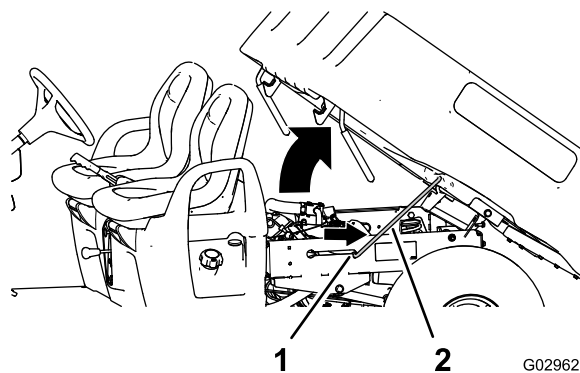

Figura 3
6. Coloque a barra de apoio na ranhura de retenção e prenda a plataforma (Figura 3).